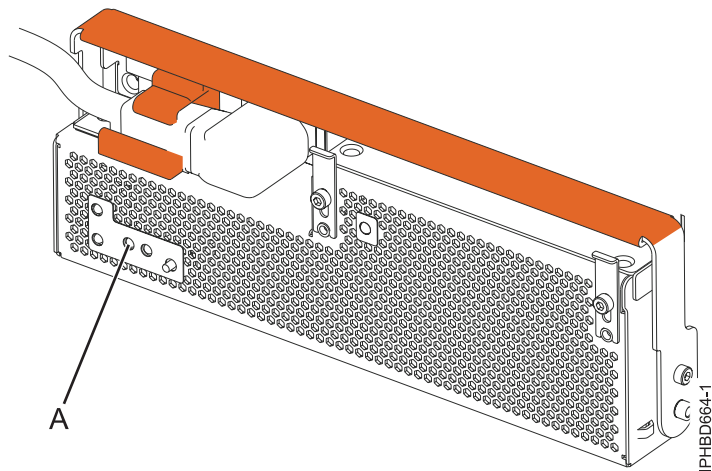

Figure 7. Voyant d'identification d'incident de l'unité remplaçable sur site
4. A l'avant de l'unité d'extension, identifiez l'alimentation électrique à remplacer. Pour identifier l'alimentation électrique, notez la présence du voyant d'identification d'incident orange de l'unité remplaçable sur site (A) comme illustré à la figure 7, à la page 11. Un voyant allumé (fixe ou clignotant) signale l'alimentation électrique défectueuse.